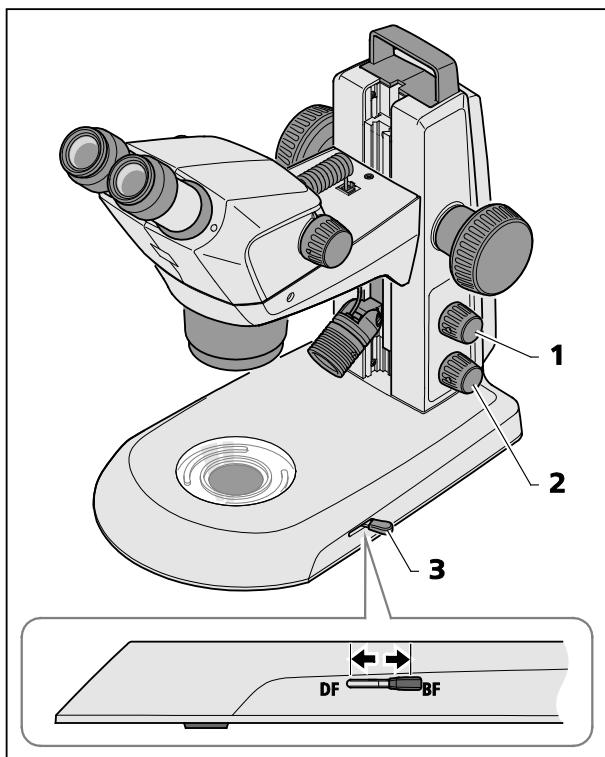

图 25 K EDU 透视光模块
- 通过按压下方旋钮(图 25/2)打开透射光。
- 通过调整控制杆(图 25/3)在亮场和暗场照射之间转换。
- 前端位置：暗场 (DF)
- 后端位置：亮场 (BF)
按下上部按钮(图 25/1)可以将入射光混合进入（参见第 24 页第 4.2 章）。